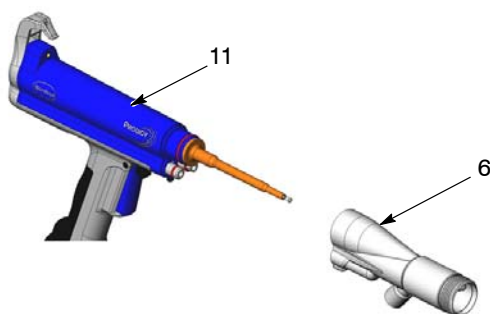

Рис. 21 Снятие переходника
5. См. рис. 21. Стянуть переходник распылителя с корпуса распылителя (11) прямо.
5. См. рис. 21 и 20. Смонтировать переходник на корпусе распылителя. Затянуть установочный винт.
5. См. рис. 21 и 20. Установить переходник поверх электрода и держателя резистора. Затянуть установочный винт.